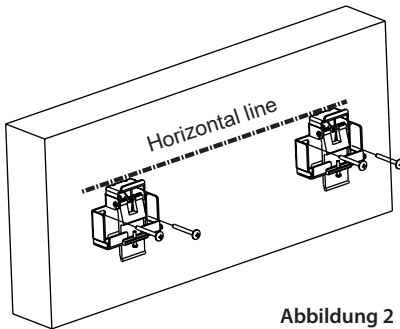

Abbildung 2
1. Für die Montage an einer massiven Stein-/ Betonwand verwenden Sie bitte die Schwerlastdübel (j) oder Kunststoff-Dübel (h). Ermitteln Sie entsprechend des Gehäusemaßes und Höhe des Projektionstuches die Position zur Montage der Montagebügel (b). Zeichnen Sie eine horizontale Linie (Wasserwaage), um die beiden Montagebügel auf gleiche Höhe zu installieren. (siehe **Abb. 2**)